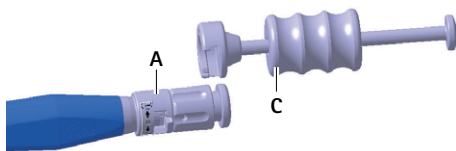

Fig. 5 Montaje del percutor en el instrumento de inserción
- Monte el percutor C en el instrumento de inserción A, ver Fig. 5.
- Monte el percutor **B** en el instrumento de inserción **A**, ver Fig. 5.